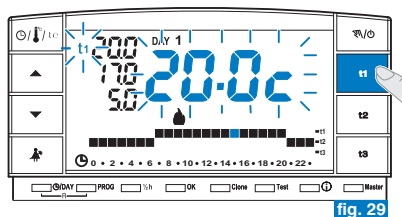

fig. 29
- Premere il tasto del set temperatura che si vuole limitare (**t1** o **t2**); la sigla selezionata (**t1** o **t2**) e i digit centrali con la corrispondente temperatura lampeggiano (esempio in fig. 29).